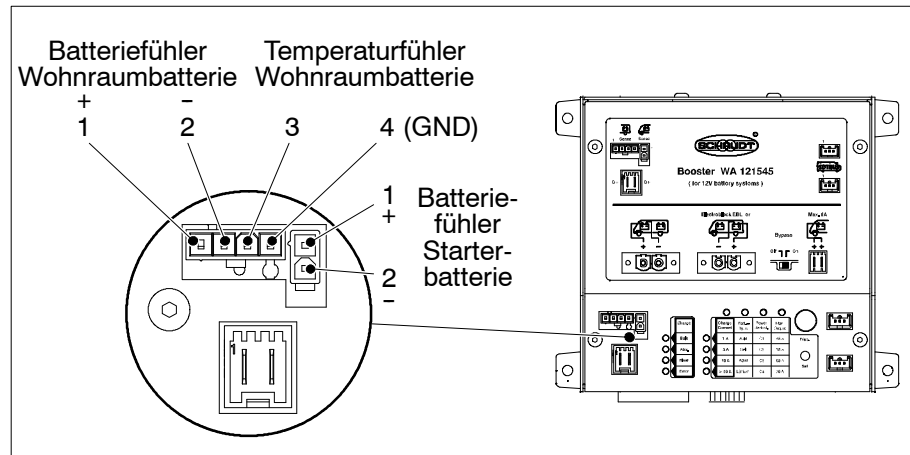

Bild 10 Temperaturfühler: Anschluss
- ▶ Stecker am Booster einstecken (Bild 10, Pos 1).
- ▶ Batteriefühlerleitungen am Booster gemäß Bild 10 anschließen.